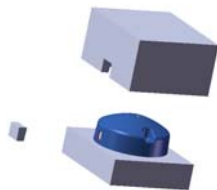

图 10.6.16 移动型腔
Step4. 单击“移动/复制实体”对话框中的  按钮，完成图 10.6.16 所示的型腔的移动。